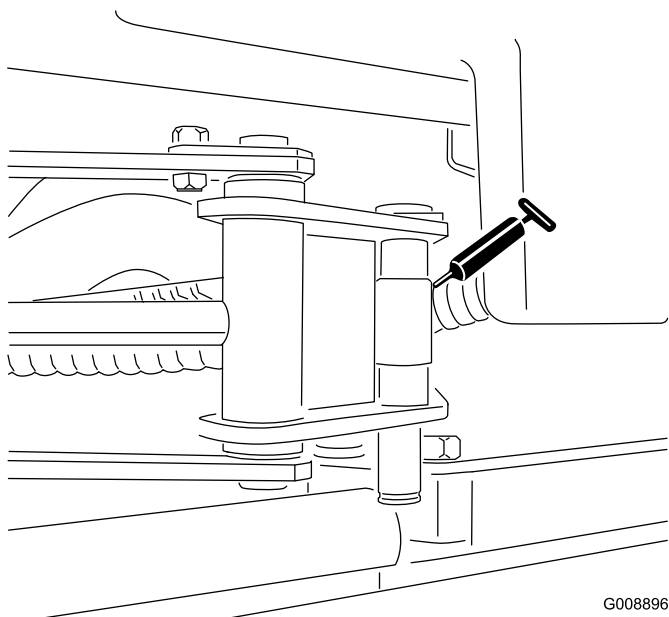

Figura 49
- Extremidades do cilindro do SideWinder (2; apenas modelo 03170) (Figura 49)